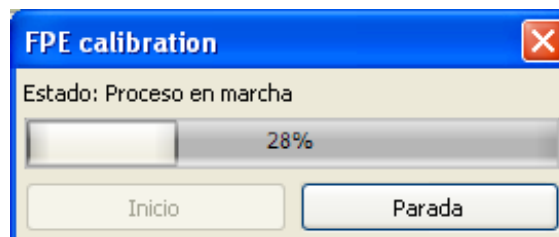

Figura 23 Calibración del emulador de presión de combustible
- **Emulador de presión de combustible (FPE)**² - La opción que activa el emulador incorporado de presión de gasolina, imprescindible en automóviles que generan el error relacionado con la presión de combustible durante el funcionamiento del motor con gas. Para usar la función es preciso conectar el controlador al circuito de regulación de presión de gasolina de forma mostrada en la figura 8, según las directrices de la tabla 1. A continuación es preciso realizar el proceso de calibración del emulador (Figura 23). Para empezar es preciso presionar el inicio y arrancar el motor que debe estar calentado anteriormente. El proceso de calibración es automático y dura normalmente aprox. 3 minutos. Un procedimiento de calibración realizado correctamente termina con un comunicado "finalizado con éxito".